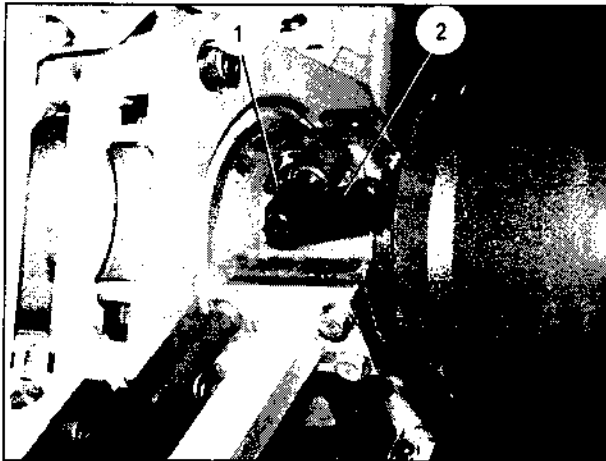

Bild 32
3. Mastaufsatz aus den Halterungen nehmen, in die Verdrehsicherung des Mastteils VI einsetzen und verdrehen, bis die Anschlagsschraube (Bild 32/1) anliegt. Knebel (Bild 32/2) festziehen.